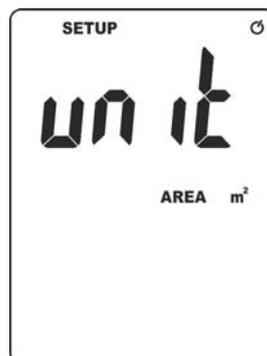

Fig. 3: Configuration unité de mesure zone du conduit
2. Presser longuement (>2s) la touche /SET pour entrer dans le mode configuration. La page-écran avec l'indication de l'unité de mesure de l'aire du conduit couramment configurée est montrée à l'écran (voir Fig. 3) :